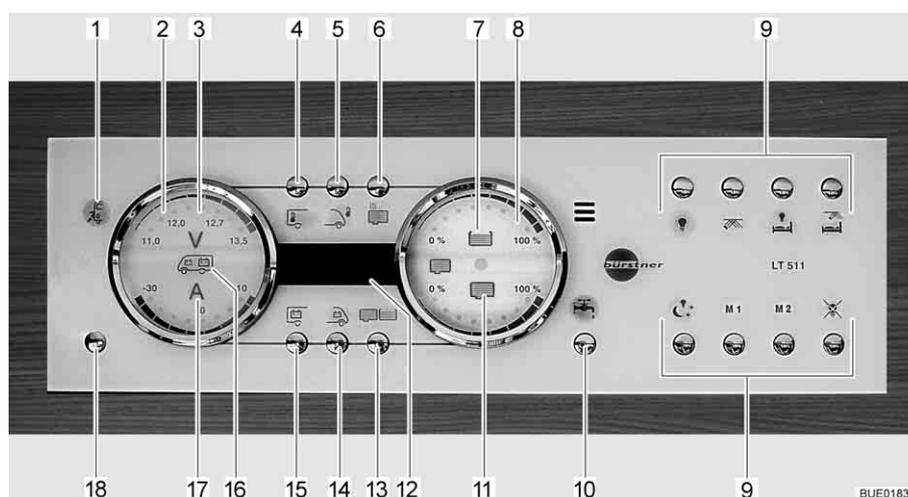

Fig. 165 Panneau de contrôle LT 511
Le voyant de contrôle 230 V (Fig. 165,1) s'allume si l'arrivée du bloc électrique est sous tension de réseau.
L'interrupteur principal 12 V (Fig. 165,18) établit ou coupe le panneau de contrôle et l'alimentation 12 V de la cellule.
- Appuyer brièvement sur la touche d'alimentation 12 V (Fig. 165,18). L'alimentation 12 V de la cellule est assurée. L'indicateur de contrôle "12 V" s'allume.
- ▷ La tension de la batterie de cellule est trop faible quand les DEL "11,0" de l'affichage en Volt et le symbole Volt "V" (Fig. 165,3) clignotent dans l'indicateur des batteries (Fig. 165,2) après la mise sous tension. Charger la batterie.
- ▷ La coupure de batterie est active quand l'indicateur de contrôle "12 V" et le symbole Volt "V" (Fig. 165,3) clignotent trois fois après la mise sous tension. Désactiver la coupure de batterie.
- Appuyer brièvement sur la touche d'alimentation 12 V (Fig. 165,18). L'alimentation 12 V de la cellule est coupée. L'indicateur de contrôle "Alimentation 12 V" s'éteint.
- Appuyer sur la touche batterie de cellule (Fig. 165,15) et la maintenir enfoncée pendant 10 secondes environ. Le symbole Volt "V" (Fig. 165,3) et l'indicateur de contrôle "12 V" clignotent trois fois. La batterie de cellule est coupée du réseau de bord de 12 V.
- Appuyer sur la touche d'alimentation 12 V (Fig. 165,18) et la maintenir enfoncée pendant 5 secondes environ. Le symbole Volt "V" (Fig. 165,3) et l'indicateur de contrôle "12 V" clignotent trois fois. La batterie de cellule est branché au réseau de bord 12 V. L'indicateur de contrôle s'allume au bout d'env. 5 secondes.
- Appuyer sur la touche de la batterie de cellule (Fig. 165,15). Le symbole Volt "V" (Fig. 165,3) s'allume. Le symbole Ampère "A" (Fig. 165,17) est allumé en blanc ou en rouge suivant l'état de chargement ou de déchargement. Les DEL à l'intérieur de l'indicateur indiquent la tension de la batterie et le courant de la batterie de cellule.
- Appuyer sur la touche de la batterie de démarrage (Fig. 165,14). Le symbole Volt "V" (Fig. 165,3) s'allume. Des DEL à l'intérieur de l'indicateur indiquent la tension de la batterie de démarrage.
- Appuyer sur la touche réservoirs (Fig. 165,13). Les symboles réservoir d'eau (Fig. 165,7) et réservoir d'eaux usées (Fig. 165,11) s'allument. Des DEL à l'intérieur de l'indicateur indiquent le niveau du réservoir d'eau (échelle supérieure) et celui du réservoir d'eaux usées (échelle inférieure).
| Le symbole Volt "V" (Fig. 165,3) et la DEL "11,0" clignotent quand les valeurs de la batterie de cellule sont interrogées | La tension de la batterie n'atteint plus 11 V. Menace de décharge profonde | Couper tous les consommateurs 12 V et charger la batterie dans le mode conduite, ou bien raccorder le camping-car sur une alimentation 230 V |
| Le symbole Volt "V" (Fig. 165,3) clignote quand l'alimentation 12 V est coupée | L'alimentation 12 V ne peut plus être allumée | Couper tous les consommateurs 12 V et charger la batterie dans le mode conduite, ou bien raccorder le camping-car sur une alimentation 230 V |
| Le symbole Volt "V" (Fig. 165,3) et les DEL "11,0" et "12,0" clignotent quand les valeurs de la batterie de démarrage sont interrogées | La tension de la batterie n'atteint plus 11 V. Menace de décharge profonde | Couper tous les consommateurs 12 V et charger la batterie dans le mode conduite, ou bien raccorder le camping-car sur une alimentation 230 V |